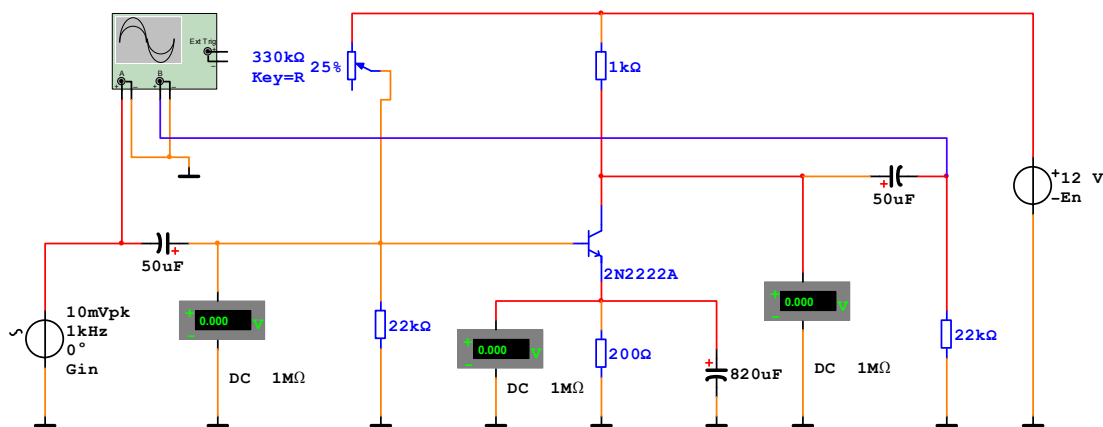

Рис.6.1
6.2.1. Соберите схему для исследования режима работы транзисторного усилителя, приведенную на рис.6.1.